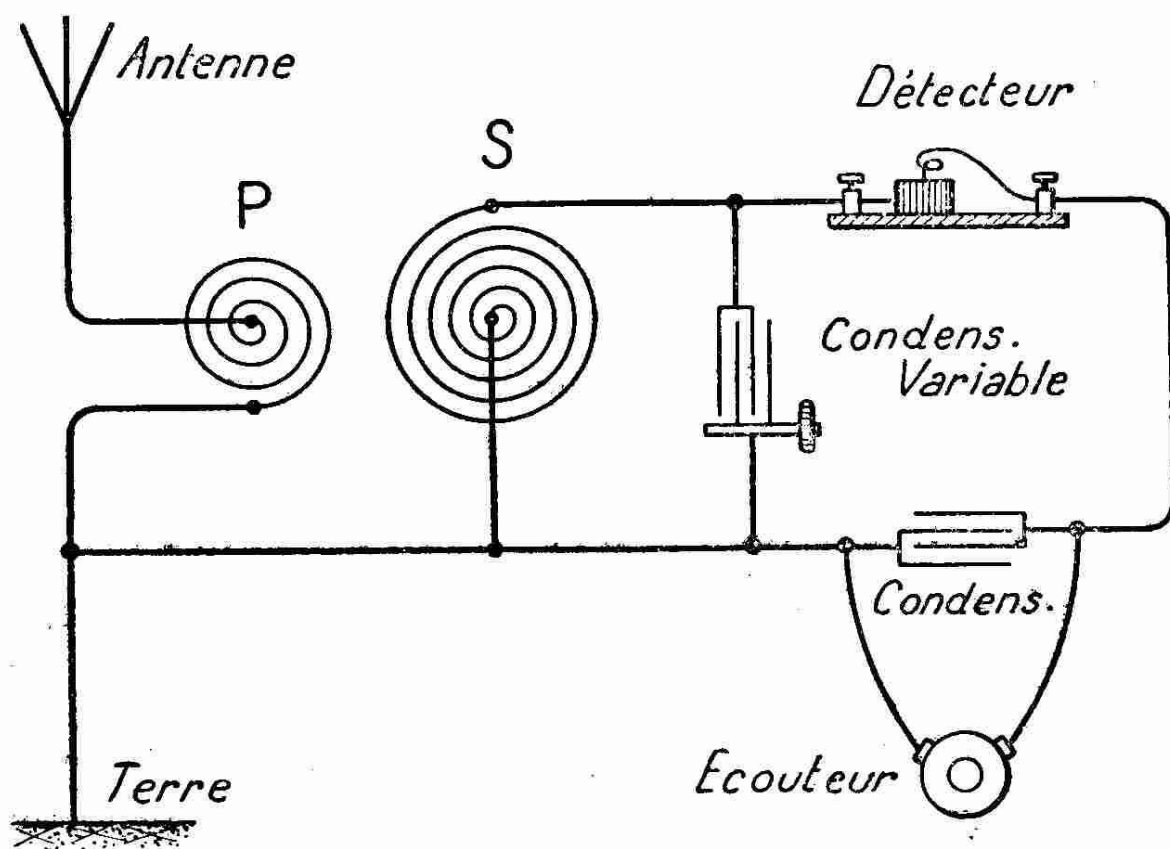

Fig. 36. — Montage à galène et à primaire désaccordé.
(1) Si l'on emploie le secteur comme antenne, ces données ne pourront pas servir et il faudra déterminer les valeurs des bobines par tâtonnements à moins d'utiliser le montage de la fig. 36 qui est à conseiller dans ce cas.
Avec ces grandes antennes et les montages ci-dessus, on aura généralement de grandes difficultés à recevoir les ondes courtes ; aussi donnerai-je un dispositif permettant de recevoir des ondes très courtes avec de grandes antennes. (Fig. 36).